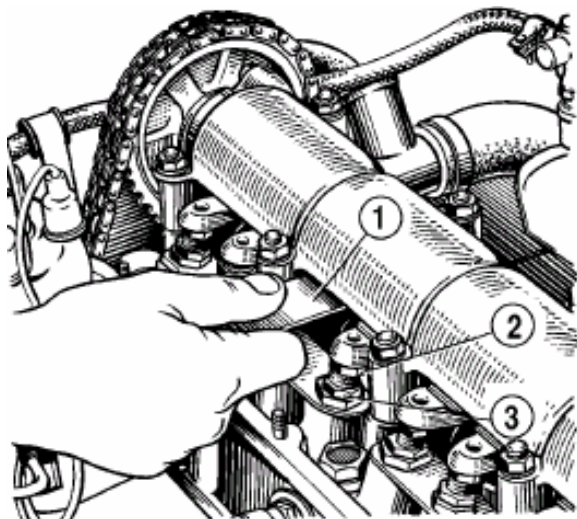

Fig. 2-55. Verificación de la holgura entre las palancas y levas del árbol de éstas
- meter entre la palanca y la leva del árbol de levas el calibre plano A.95111 de 0,15 mm de grosor, y con una llave de tuercas, enroscara desenroscar el tornillo con el apriete ulterior de la contratuerca hasta que estando apretada esta última el calibre no entre con cierto esfuerzo (fig.2-55);